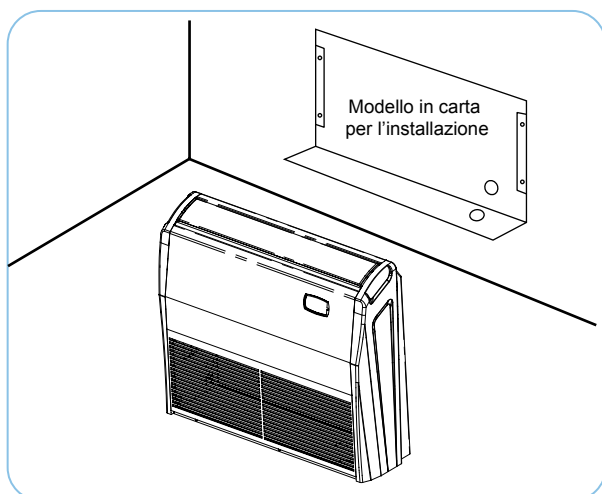

Fig. 1
- Stabilire la posizione di montaggio a soffitto o a parete mediante un modello in carta indicante il telaio interno. Contrassegnare il modello, quindi estrarlo (Fig. 1).